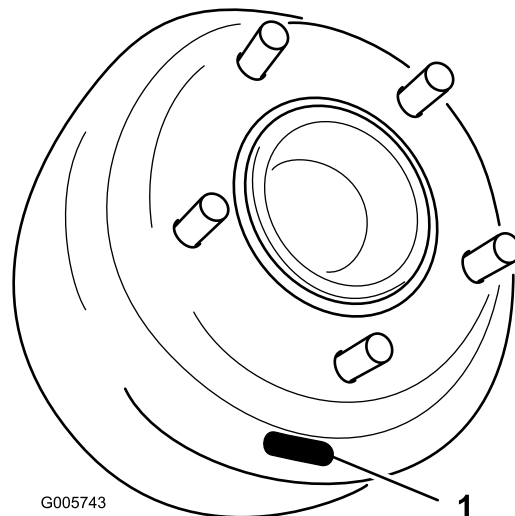
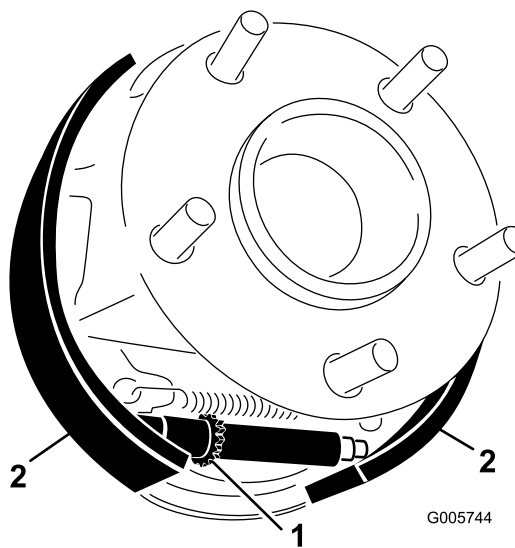

Bild 63
Bild 64
5. Nehmen Sie die Radmuttern ab und schieben Sie Rad und Reifen von den Zapfen. Drehen Sie die Bremstrommel, bis der Einstellungsschlitz unten und mittig über der Sternmutter liegt, mit der die Bremsschuhe eingestellt werden (Bild 63).
6. Drehen Sie die Sternmutter (Bild 63) mit einem Bremseinstellwerkzeug oder einem Schraubenzieher nach unten, bis die Bremstrommel (Bild 64) aufgrund des Drucks der Bremsschuhe (Bild 64) nach außen einrastet.